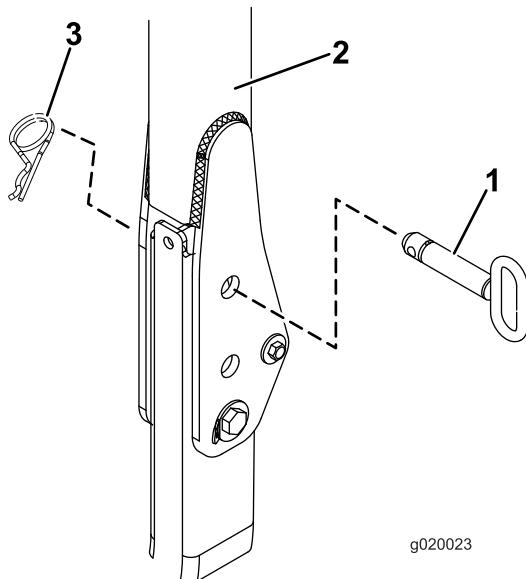

Bild 29
2. **Für Zugmaschinen des Typs Reelmaster 3555 und 3575**, springen Sie zu Schritt 10. An allen anderen Modellen klappen Sie den Überrollbügel hoch und entfernen Sie die Splinte und die zwei Stifte (**Bild 29**).